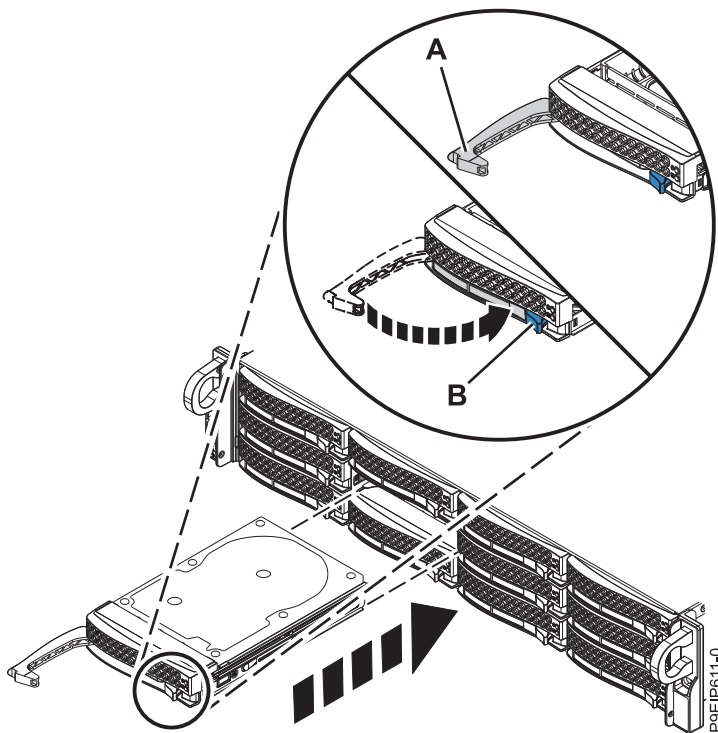

Figura 15. Detalhe da trava da unidade de disco
7. Trave a alça do compartimento de unidade (A) empurrando a liberação da alça até que ela trave em (B) conforme mostrado na Figura 15 na página 15.